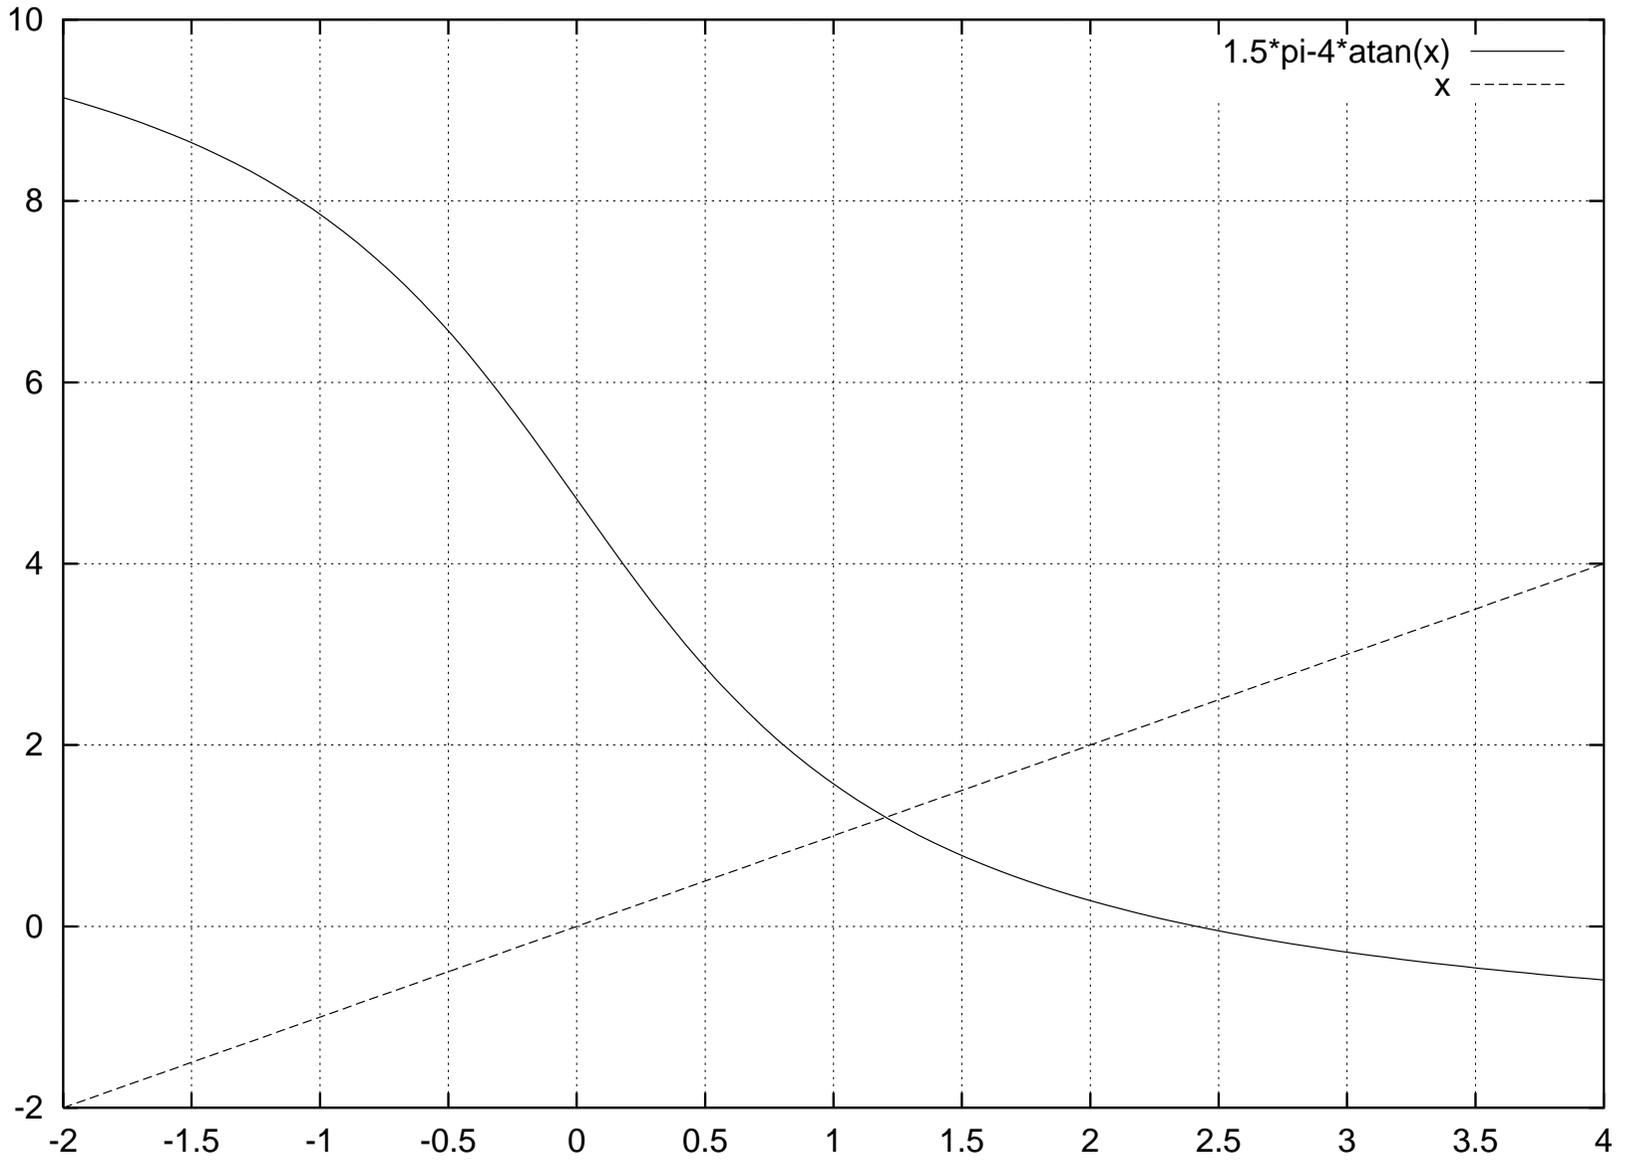

FIG. 3 -
- 10) Calculer la valeur du gain  $K_r$  qui conduit à une marge de phase de  $45^\circ$  (pour répondre à cette question, on pourra s'aider des courbes de la Figure 3).